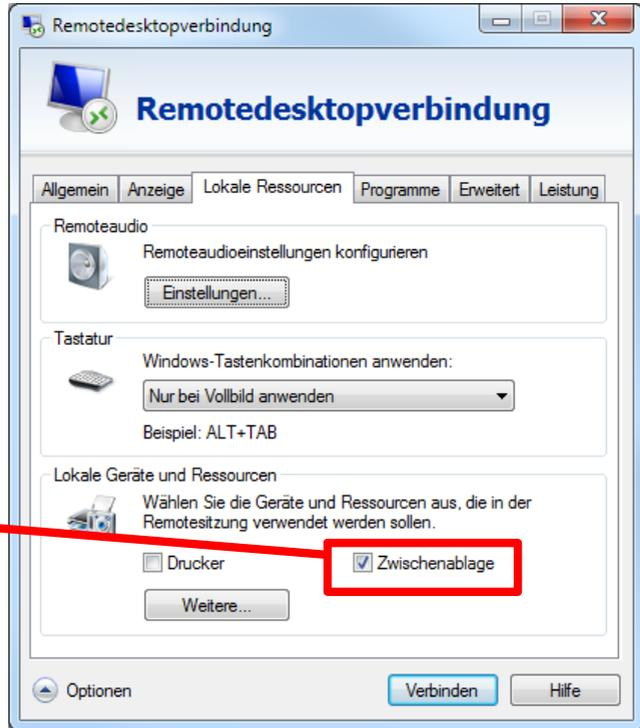

Abb. 7.11 Register **Lokale Ressourcen** der *Remotedesktopverbindung*
1. Gehen Sie auf das Register **Lokale Ressourcen** und aktivieren Sie z. B. **Zwischenablage** und oder **Drucker** (Abb. 7.11).